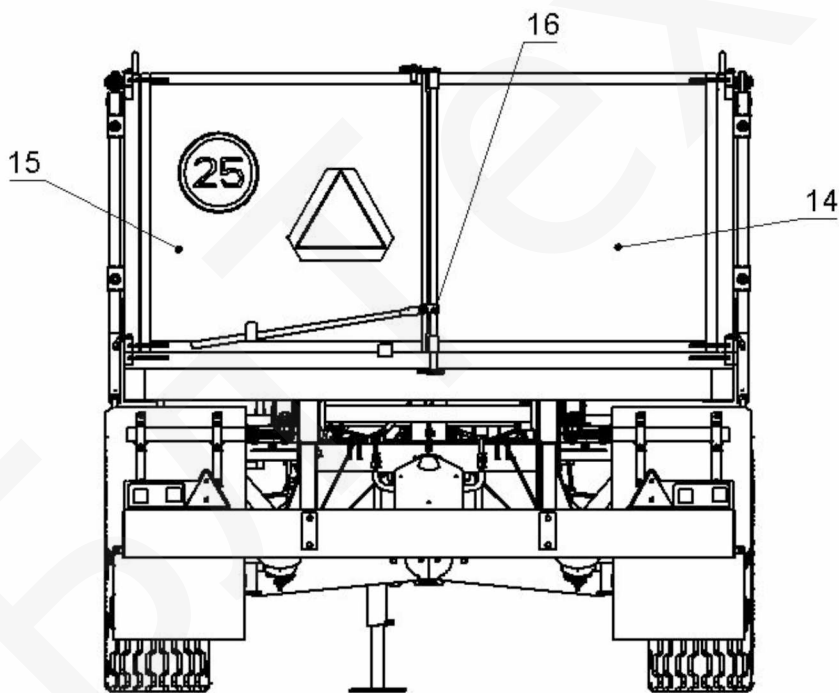

Рисунок 1.1 – Общий вид полуприцепа
2.1 Полуприцеп (рисунок 1.1) состоит из шасси 1 с дышлом 2, кузова 3, пневмооборудования тормозной системы 10, гидрооборудования 4, электрооборудования 13, упор 6, стояночного тормоза, двух боковых и заднего защитных устройств.
2.4 Кузов 3 – цельносварной из листа, труб и гнутых профилей. Кузов 2 смонтирован на оси опрокидывания кузова посредством кронштейнов 9, закрепленных на профильных трубах кузова 12. Задний борт 8 (рисунок 1.1) - сварная конструкция, устанавливается на кузов посредством рычагов 6 и тяг 7, обеспечивающих открывание и закрывание при подъеме и опускании кузова. В сварную рамку заднего борта установлены две распашные створки 14 и 15 с системой запирания 16.